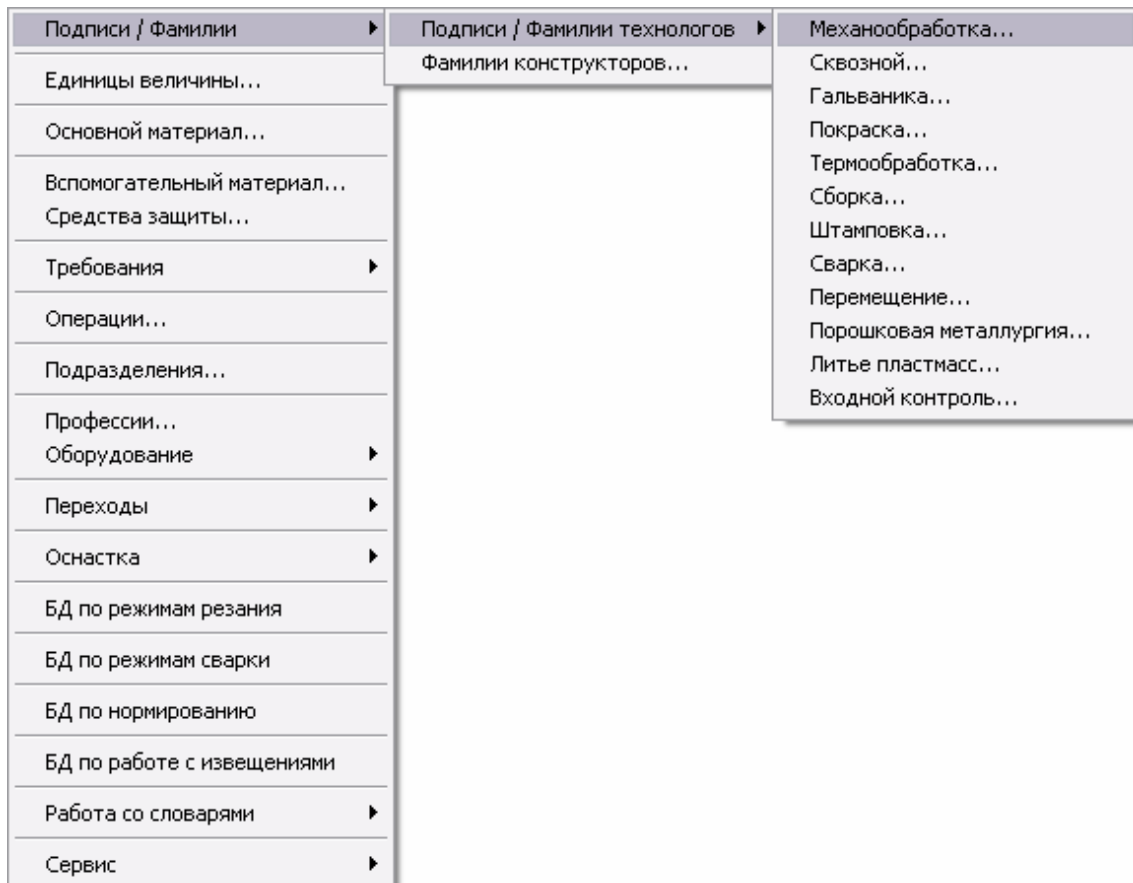

Рис. 91. Меню выбора справочника «Подписи / Фамилии технологов».
2. В меню выберите **Подписи / Фамилии – Подписи / Фамилии технологов** (см. Рис. 91);
3. В меню выберите направление, с данными которого хотите работать. Появится диалог для работы со справочником **Подписи / Фамилии технологов** по выбранному направлению (см. Рис. 91).
2. В меню выберите **Подписи / Фамилии – Фамилии конструкторов** (см. Рис. 91);